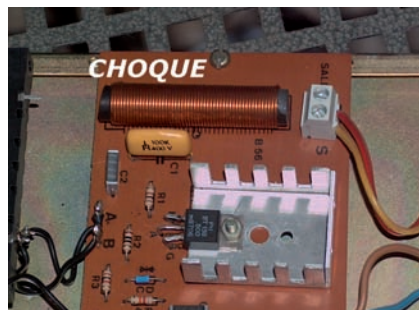

Figura 6. Choque utilizado como dispositivo FCP.
b) Aplicar un FCP pasivo realizado con un bobinado con núcleo magnético a modo de choque utilizado en el circuito de entrada del equipo como indica la figura 6. De suerte que esta bobina almacenaría la energía de la red atenuando los pulsos de corriente. Esta forma de proceder es más simple y robusta y genera poco calor. Además, es fácil de integrar en diseños ya existentes. Empero con este sistema sólo podremos atenuar los armónicos aunque no eliminarlos por completo, ya que en la práctica existe un límite del que no podemos pasar.